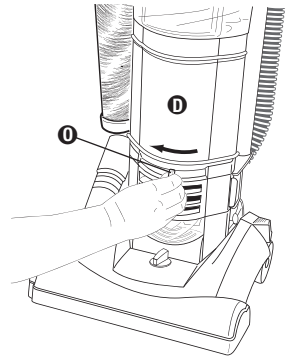

FIG. 12
**Note:** Turn off the switch (L) and unplug the electrical cord (E) before routine maintenance. Never operate the vacuum cleaner without the filter screen (S), top (R) and bottom (T) filters in place (see pages 10-11).
- Step 1:** Remove dust cup (D) by sliding dust cup lever (1) from right to left (FIG. 12).
**Nota:** Apague el interruptor de corriente (L) y desenchufe el cordón eléctrico (E) antes de hacerle el mantenimiento rutinario. No haga funcionar nunca la aspiradora sin la malla de filtro (S), y los filtros superior (R) e inferior (T) en su sitio. (Consulte las páginas 10 y 11).
- Paso 1:** Quite el recipiente para polvo (D) deslizando de derecha a izquierda la palanca (1) del recipiente para polvo (FIG. 12).